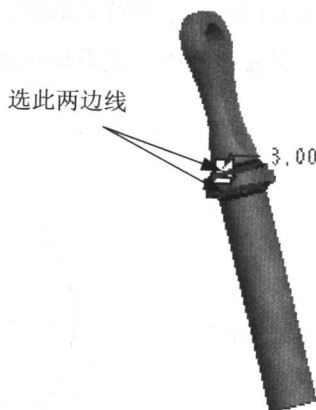

图 1.1.16
- (1) 选取特征的命令: 选择 **Insert**  **Round** (倒圆角) 命令。
- (2) 选取圆角的放置参照: 在模型上选择图 1.1.16 所示的边线。
- (3) 给出圆角的半径值: 在操控板中的圆角半径文本框中输入 3, 并按回车键。